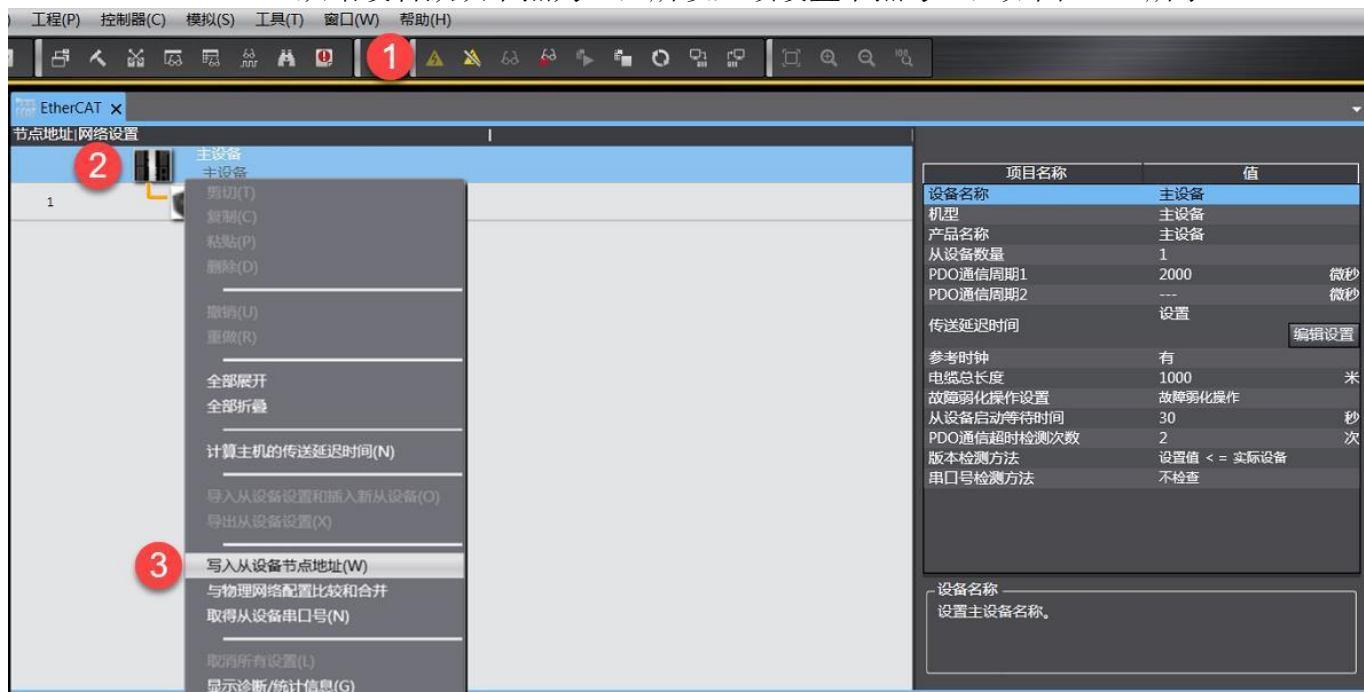

图4-12 节点地址写入
5. 点击在线图标，鼠标放置在主设备的图标上右键，选择写入从设备节点地址（EA7000 EtherCAT 从站设备默认节点为 0，所以必须设置节点号），如图4-12 所示